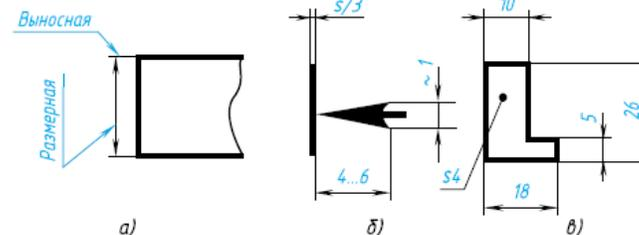

Рис. 29. Нанесение линейных размеров
1. Размеры на чертежах указывают размерными числами и размерными линиями. Для этого сначала проводят выносные линии перпендикулярно отрезку, размер которого указывают (рис. 29, а). Затем на расстоянии 10 мм от контура детали проводят параллельную ему размерную линию. Размерная линия ограничивается с двух сторон стрелками. Какой должна быть стрелка, показано на рисунке 29, б. Выносные линии выходят за концы стрелок размерной линии на 1...5 мм. Выносные и размерные линии проводят сплошной тонкой линией. Над размерной линией, ближе к её середине, наносят размерное число.